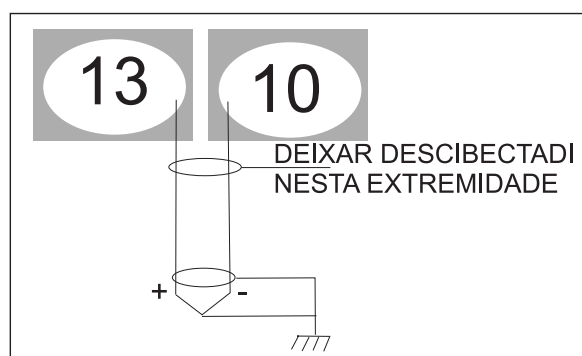

Figura II.13 – Exemplo de conexão Termopar com aterramento
- Deve-se sempre aterrar a extremidade do elemento gerador do sinal, por exemplo um transmissor ou um gerador 4-20mA ou de tensão, e deve-se deixar desconectada a outra extremidade (perto do conversor) da blindagem do fio. Este tipo de conexão pode ser observado na Figura II.13;